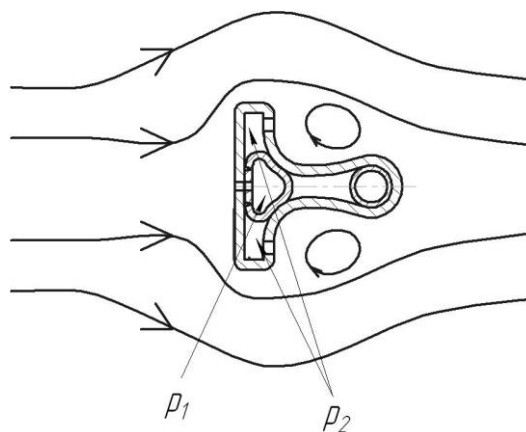

Рисунок 1.4 – Обтекание ОНТ Annubar 485
1.4.3.2 ОНТ Annubar 485 имеет Т-образную форму (рисунок 1.4). Передняя поверхность ОНТ текстурирована (имеет определенную шероховатость) в зависимости от числа Рейнольдса. Текстуры поверхности создают турбулентный пограничный слой на передней поверхности. Повышенная турбулентность позволяет получить прогнозируемую и стабильную точку отрыва.